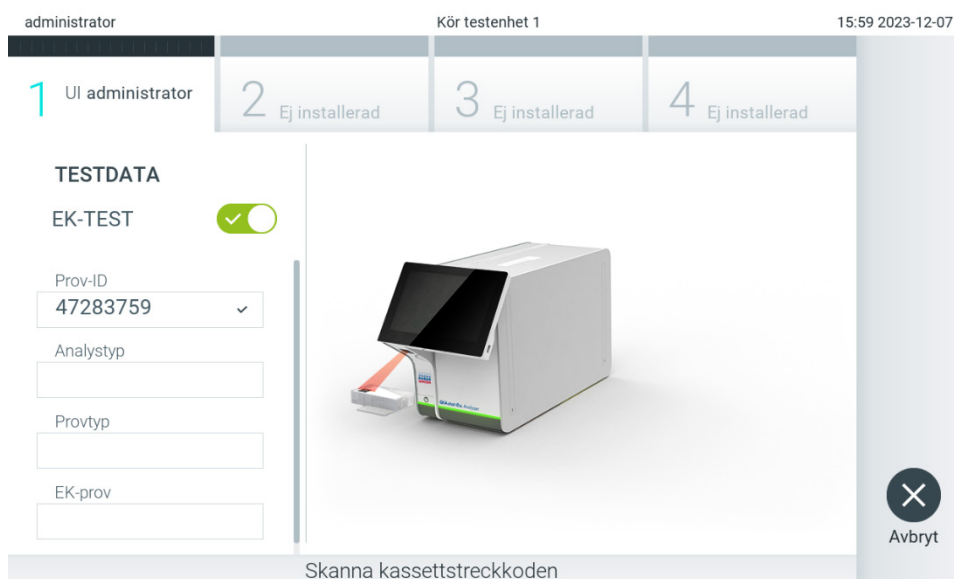

Bild 93. Skanna streckkod för QIAstat-Dx-analyskassetten.
4. När du uppmanas till detta ska du läsa av streckkoden på den QIAstat-Dx-analyskassetten som ska användas. QIAstat-Dx Analyzer 2.0 känner automatiskt av vilken analys som ska köras baserat på QIAstat-Dx-analyskassetten streckkod (bild 93).